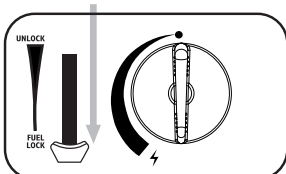
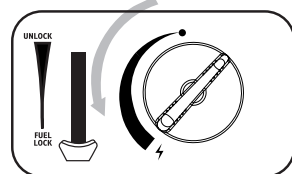

fig. 3
fig. 4
3. Abaissez le levier de la cartouche (6) (Fig. 3) et fermez le couvercle de la cartouche.
4. Si vous entendez un "sifflement", la cartouche n'a pas été insérée correctement. N'essayez pas d'allumer l'appareil, mais placez le levier (6) en position "UNLOCK", répétez les étapes (1-4).
5. Poussez et tournez le bouton (8) jusqu'à la position de tir jusqu'à ce qu'il s'enclenche (Fig.4). Maintenez le bouton dans cette position pendant quelques secondes pour amorcer le thermocouple. Répétez ce processus jusqu'à ce que le brûleur s'allume.